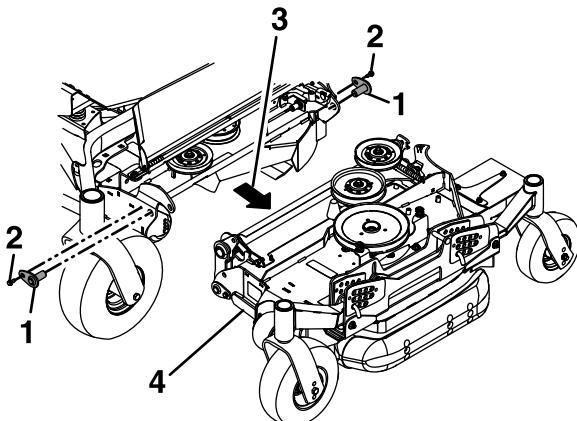

Figure 85
12. Retirez et conservez les boulons qui fixent les axes de pivot supérieurs au tablier, et retirez les axes de pivot (Figure 85).
13. Tirez le tablier latéral vers l'extérieur pour le séparer du tablier central (Figure 85).
Alignez et insérez les axes de pivot supérieurs à l'avant et l'arrière du tablier, et fixez-les en place avec les boulons retirés précédemment (voir Figure 85).